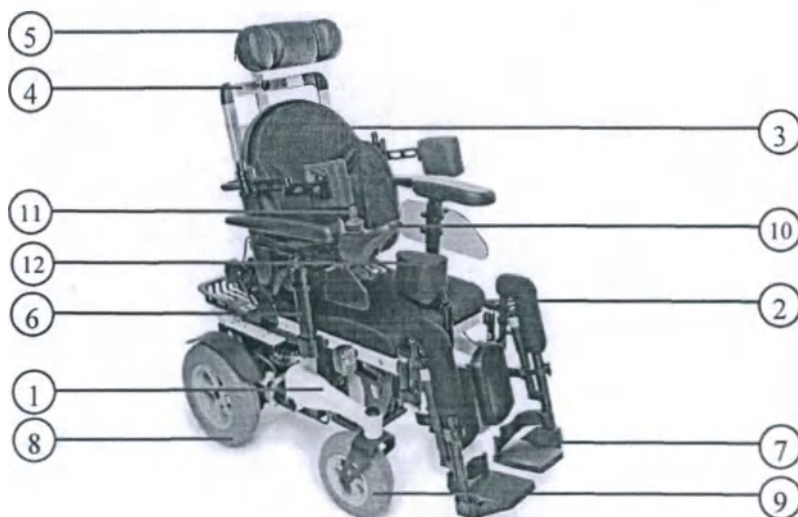

Рис.1
Кресло-коляска исполнения «Delta Electro 8500» (см. рис.1).
5.1.3 Установить аккумуляторную батарею, удерживая за её ручку, на держатели в нижней части рам (Рис.1, поз.1). Соединить разъем питания от аккумуляторов с разъемом питания пульта управления (Рис.1, поз.9) (разъем находится под сиденьем).
5.3.2 Перед началом движения необходимо перевести колеса с электроприводами в автоматический режим. Сесть в коляску, пристегнуться страховочным ремнем, нажать кнопку включения питания на пульте управления (Рис.1,поз.9) .
5.3.3 Осваивать навыки управления движением коляски следует на малой скорости, для чего выбрать самую малую скорость кнопкой увеличения скорости (правая) на пульте управления (Рис.1,поз.9) (должен гореть один светодиод на индикаторе скорости) и при необходимости, регулировать скорость кнопкой снижения скорости (левая).
5.3.4 Для управления коляской плавно отклонить ручку управления движением (джойстик) на пульте (Рис.1,поз.9) в направлении желаемого движения. Для изменения направления движения нужно изменить направление отклонения джойстика. Скорость движения задается кнопками увеличения и снижения скорости.
5.3.6 Коляска имеет систему электродинамического торможения. Для ее включения достаточно отпустить ручку джойстика (Рис.1, поз.10) на пульте (Рис.1, поз.9). При движении по горизонтальной поверхности это обеспечивает торможение коляски до полной остановки.
5.3.7 Прежде чем покинуть кресло-коляску её необходимо выключить нажатием кнопки включения/выключения (Рис.1а, поз.3)
5.4.3 Для регулировки подножек по углу наклона необходимо на пульте управления (рис.1а) перейти в режим регулировок нажатием кнопки 6, необходимо несколько раз нажать на эту кнопку пока не загорятся индикаторы 7 и 8. Для отдельной регулировки подножек друг от друга необходимо выбрать индикатор 7 или 8. После этого с помощью джойстика можно осуществлять регулировку.